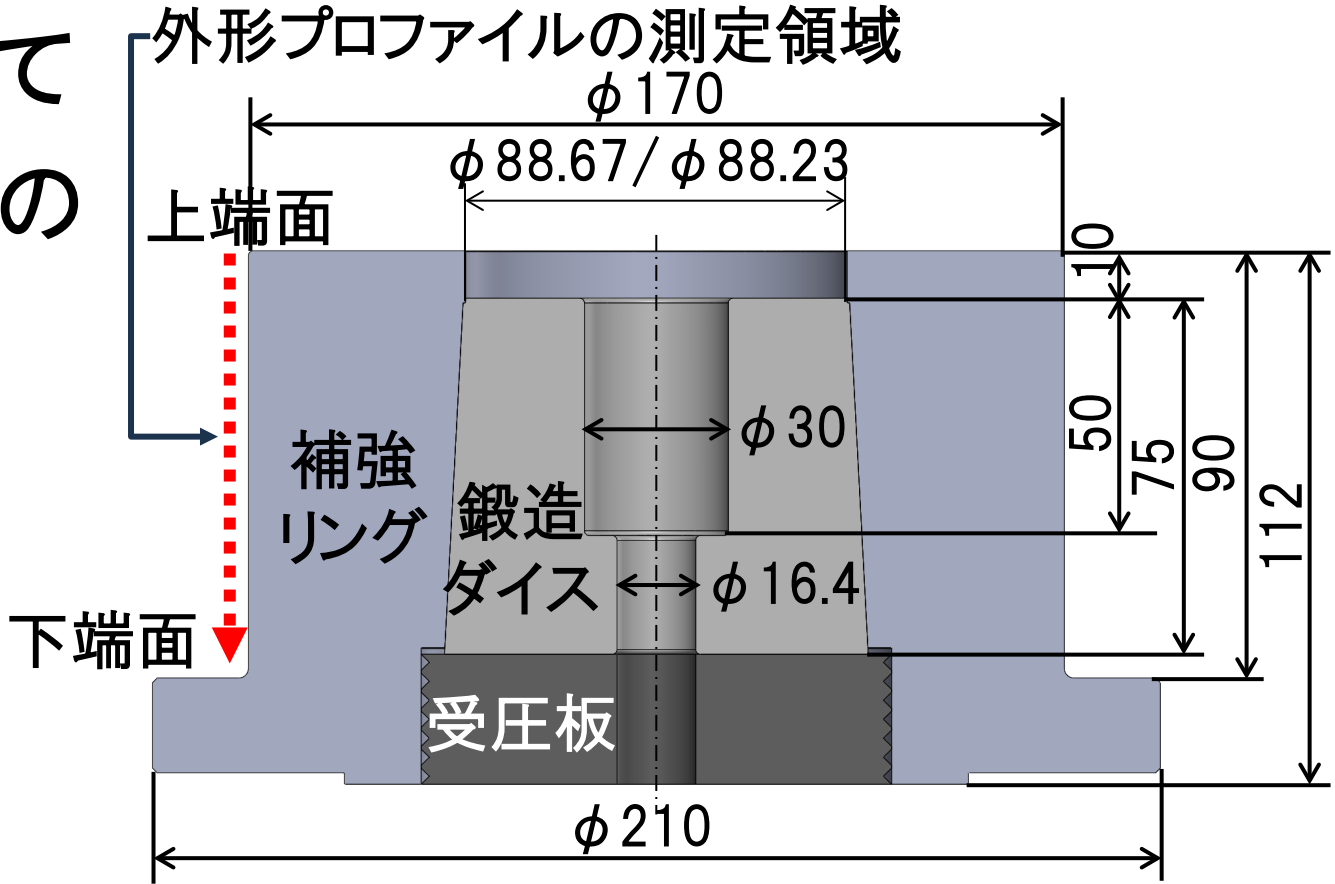

図3 圧入実験に用いた鍛造金型
- ◆予圧状態を可視化した事例を示します。（図3, 4, 5, 6）